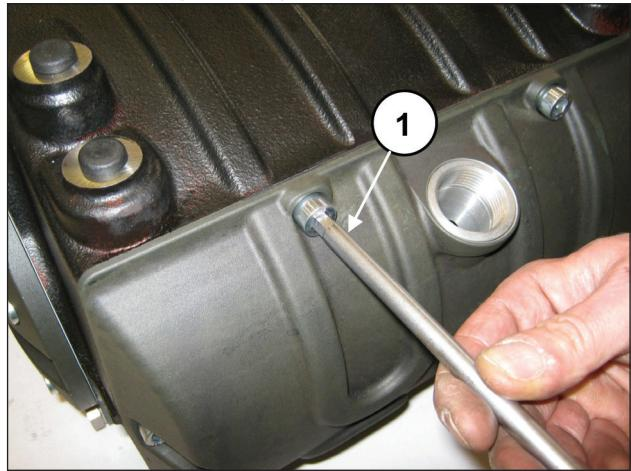

图 2
完全排空泵中的油，然后拆除泵壳盖（及相应O形圈），拧松6个M10螺栓（①·图2）。